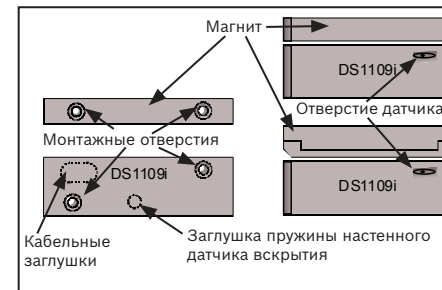

Рис. 8.1. Установка датчика
- Установите датчик и магнитный контакт не дальше 2,5 см друг от друга. Магнитный контакт должен быть установлен так, чтобы смотреть на сторону датчика с отверстием. См. рис. 8.1.